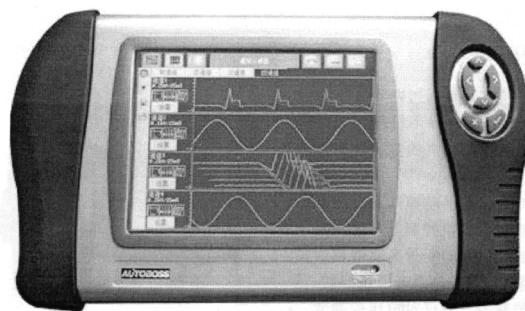

图4-6 车博士诊断仪点火数据流与波形显示
(3) 利用故障诊断仪分析点火数据流与波形 连接故障诊断仪进入点火系统,如图4-6所示,读取点火数据流与波形,然后与标准数据进行比较判断。